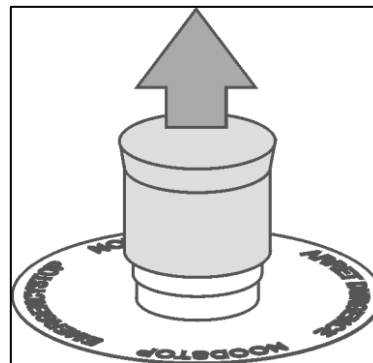

Abb. 5-3
2. Ziehen Sie die rote Kappe des NOT-AUS-Schalters nach oben (Abb. 5-3).